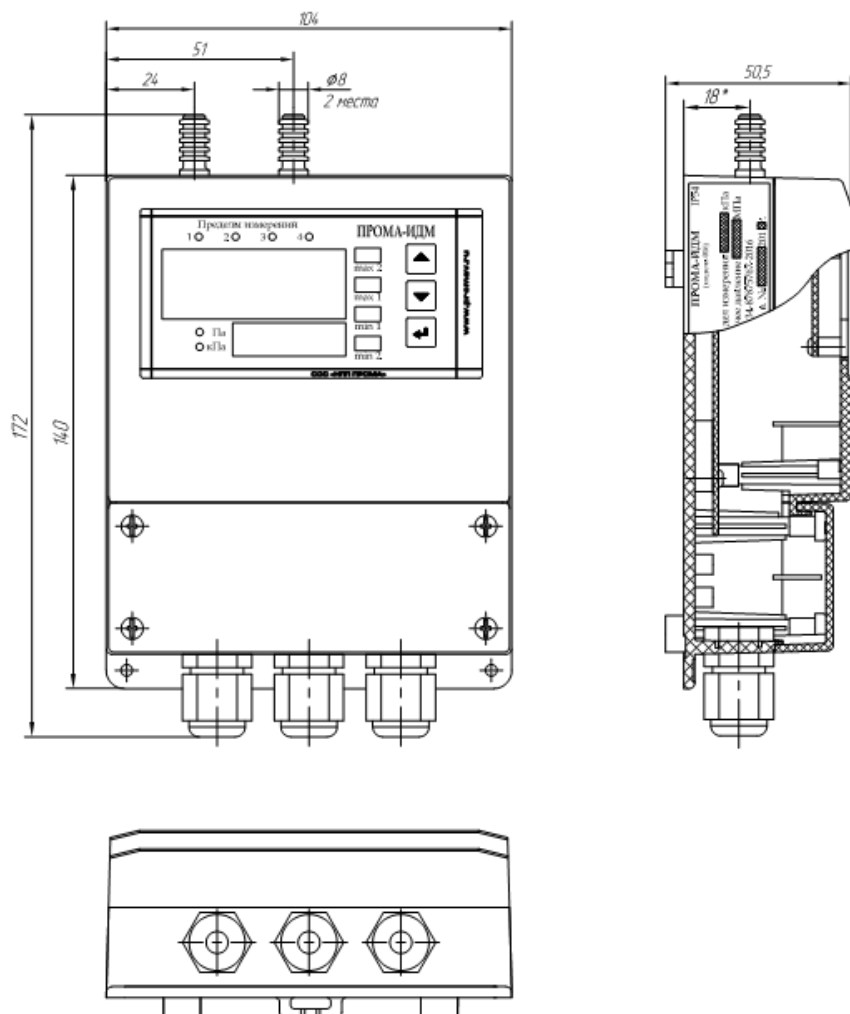

Рис. 2.2.Измеритель ПромА-ИДМ-ДД Настенное исполнение на рабочее давление 0,1 Мпа.
- Рис. 2.2. Измеритель Прома-ИДМ-ДД Настенное исполнение. Габаритный чертеж.